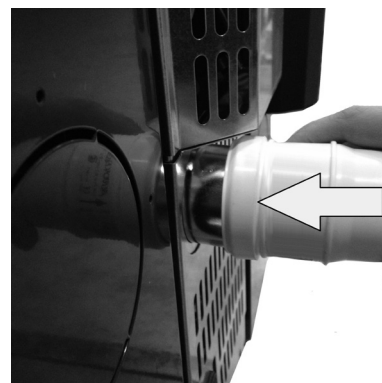

Fig. 14 - Phase 3
- Leitung mit Außengewindeanschluss $\varnothing$ 6 cm einsetzen (siehe **Fig. 14**).